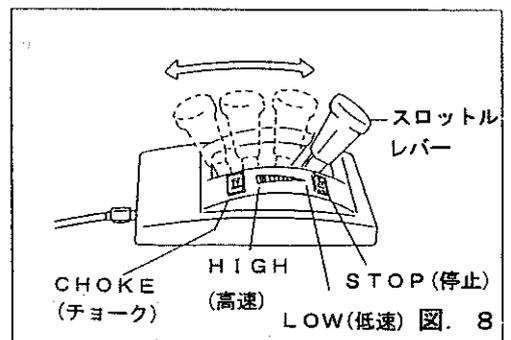

図. 8
- (2) スロットルレバーを“CHOKE”(チョーク)の位置に合わせます。(図. 8)
- (1) エンジンの停止は、高速回転をさげ、まず、アクセルレバーを戻し、エンジンをアイドルリング状態で約1分間まわして下さい。
- (2) スロットルレバーを“STOP”の位置にします。(図. 8)